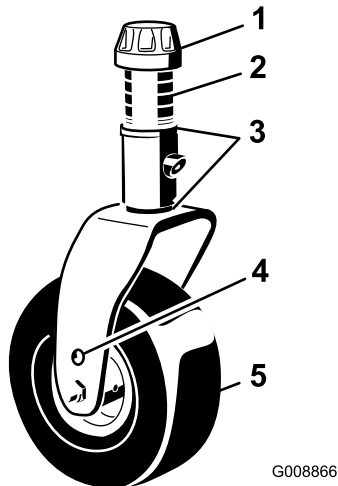

Bild 28
3. Stellen Sie die Beilagscheiben (3 mm) an den vorderen Laufradgabeln auf die entsprechende Schnitthöhe auf dem Aufkleber ein (Bild 28), siehe Einstellen der Schnitthöhe \(Seite 28\).